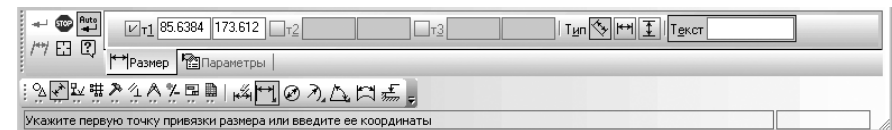

Рис. 4.47. Панель свойств: Линейный размер, Компактная панель и Строка состояния
- щелкните в панели инструментов по кнопке  – **Линейный размер**. Появится соответствующая **Панель свойств: Линейный размер** (рис. 4.47).